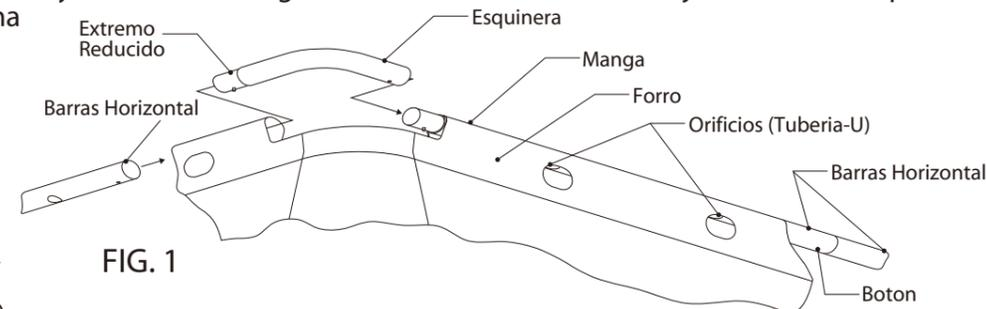

FIG. 1
B. Localice las cuatro piezas de metal (Piezas Esquinas) de la tubería Fig. 1., luego coloque una en cada esquina de la alberca. Ahora localice las (Barras Horizontales), inserte cada extremo reducido solamente para unir las barras longitudinalmente, **Nota:** ningún Pasadores de primavera es usado en los extremo de las Barras Horizontales para anexarlas en las piezas esquinas o en las piezas esquinas en si, por favor vea en la pagina 5 el diagrama de ensamblado para una ubicación adecuada de los Pasadores de primavera. Coloque la mitad de las cortas en cualquier (extremo de la alberca) y la mitad de las largas a lo largo (del lateral de la alberca), éstas junto con las (Piezas Esquinas) forman el marco de soporte de la alberca. Comience deslizando las (Barras Horizontales) dentro de la manga
(asegurándose de que trabaja en dirección a las manecillas del reloj alrededor de la albarca con todas las partes reducidas apuntando en sentido de las manecillas) vea Fig. 1 y consulte "Revisión de todas las partes de Ensamble del Marco" mostrado en la página 5.
Conecte las (Barras Horizontales) juntas presionando el boton mientras inserta una barra dentro del extremo de otra barra. Mire a través del orificio de seguridad en la barra mientras las une, ligeramente gire las barras hasta que el boton se alinee con el orificio y bote hacia arriba, asegurando el extremo de esa barra dentro del extremo de la otra barra. Repita este procedimiento para las Barras horizontales restantes, asegurándose de que los orificios en las barras se alineen con las aberturas en la manga de la alberca Fig. 1 estos orificios se usan para los soportes de la Tuberia-U (extremos y laterales). Enseguida instale las piezas esquineras (de nuevo trabajando en sentido de las manecillas con los extremos reducidos apuntando en sentido de las manecillas), deslicelas juntas y repita este procedimiento para todas las esquinas, en la ultima esquina puede ser necesario levantar la conexion final en angulo para permitir que las tuberías entren en cada una lentamente bajando los extremos de nuevo a planos, despues deslizando los juntos hasta que entren completamente, ahora revise de nuevo todas las conexiones de la (Barras Horizontales) y las (Piezas Esquineras) en este momento.